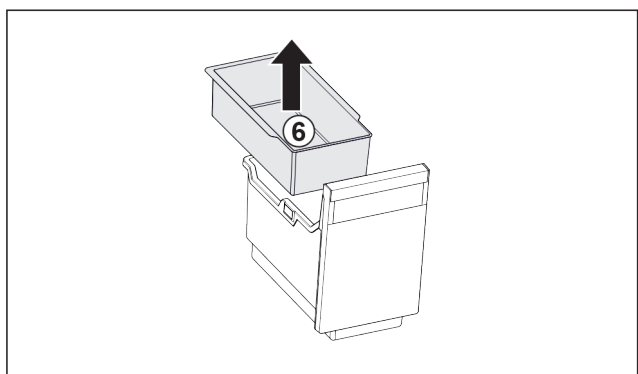

Fig. 81
- ▶ Vyměňte závěsnou misku Fig. 81 (6).